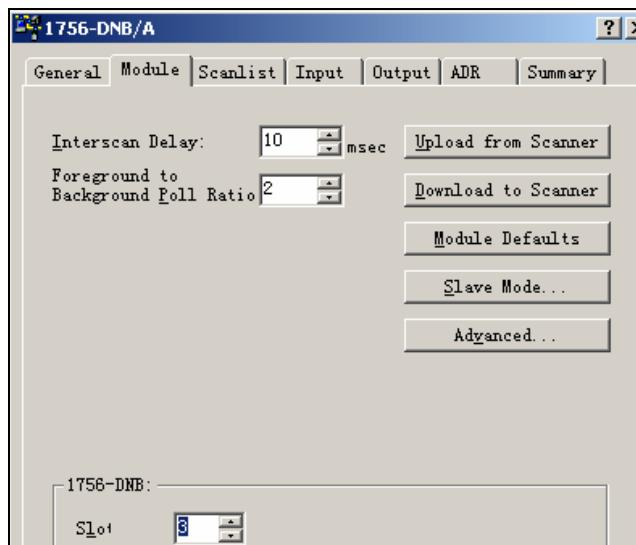

图 3-40 设置 1756-DNB 槽号
22. 组态扫描器 1756-DNB。主扫描器 (1756-DNB) 中扫描列表包含与网络上每个设备通讯所需信息。如果某个设备不存在于扫描列表中，处理器无法周期的向该设备发送信息。双击 1756-DNB，并单击 Module 选项卡。将 Slot (槽号) 修改成 1756-DNB 当前所在槽号 3，如图 3-40 所示。